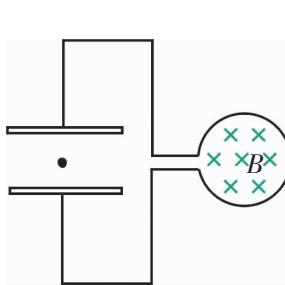

图 1-5-17
5. 如图 1-5-17 所示, 线圈内有理想边界的磁场, 当磁场均匀增加时, 有一带电粒子静止于平行板 (两板水平放置) 电容器中间, 则此粒子带什么电? 若线圈的匝数为 n , 平行板电容器的板间距离为 d , 粒子的质量为 m , 带电量为 q , 线圈的面积为 S , 忽略带电粒子的重力, 则磁感应强度的变化率为多少?